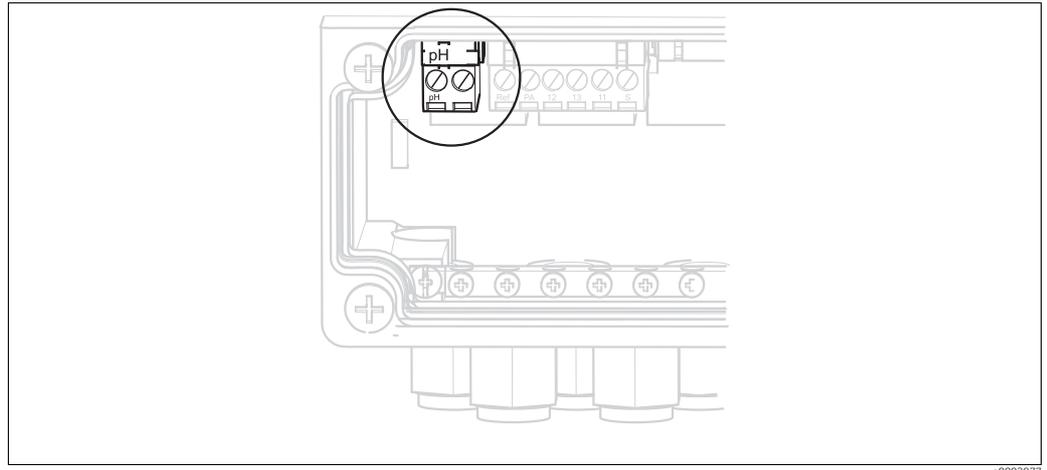

Abb. 25: pH-Klemme am Gehäusedeckel
- Entfernen Sie die am Gehäusedeckel befindliche Klemme "pH" (s. Abb. 25) aus dem Gerät und ersetzen sie durch die mitgelieferte Klemme "DRN/SRC".